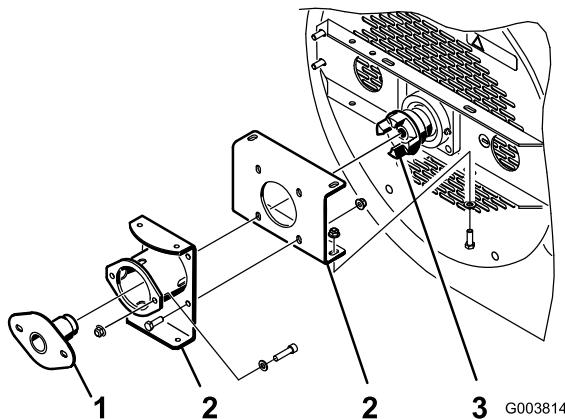
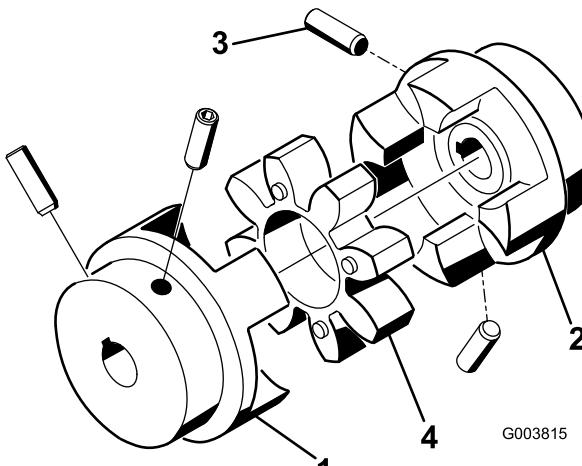

Figure 13
Figure 14
1. Montez les supports de fixation sur le carter du souffleur, mais ne serrez pas les boulons et les écrous à ce stade (Figure 13).
2. Insérez l'outil d'alignement de palier dans les supports de fixation et l'accouplement de ventilateur (Figure 13). Veillez à ne pas placer l'accouplement en étoile (Figure 14) dans l'accouplement.
- Serrez les vis de fixation du moteur et des accouplements de l'arbre de ventilateur (Figure 14) à un couple de 6,5 à 9,2 Nm.